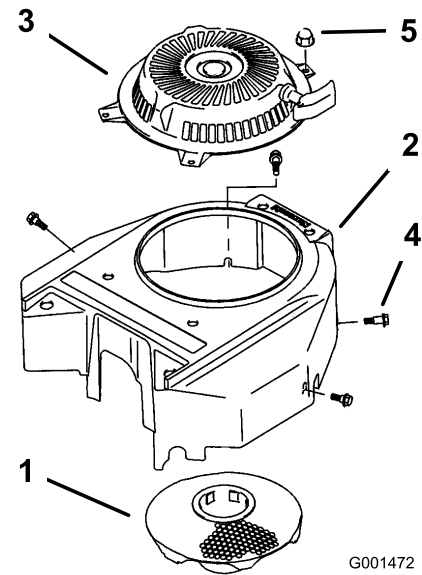

Figura 45
3. Retire la rejilla de entrada de aire, el arrancador de retroceso y la carcasa del ventilador (Figura 45).
5. Instale la rejilla de entrada de aire, el arrancador de retroceso y la carcasa del ventilador (Figura 45).